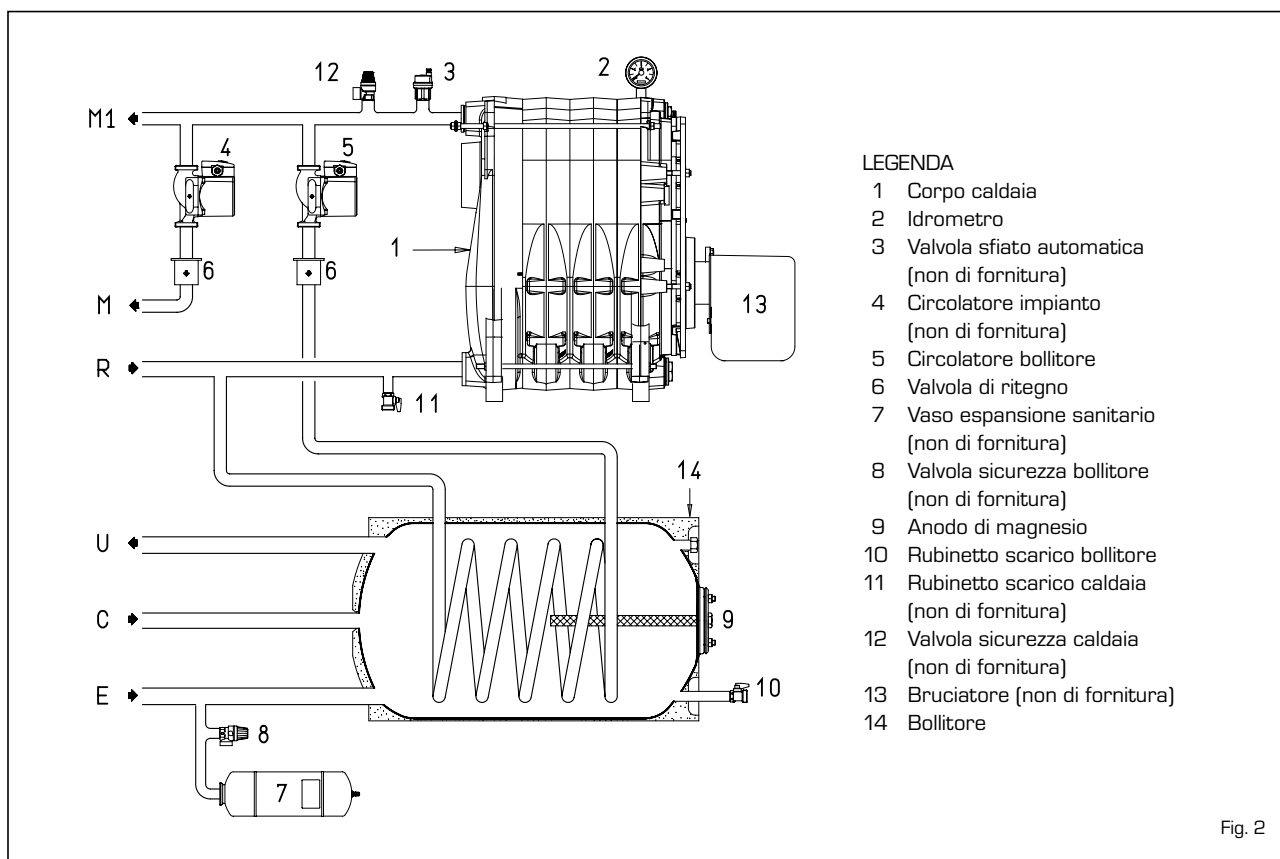

Fig. 2
2.3.1 Accessori da installare (fig. 2)
Per facilitare questa operazione posizionare orizzontalmente l'intaglio della vite di sblocco della valvola di ritegno (6 fig. 2).